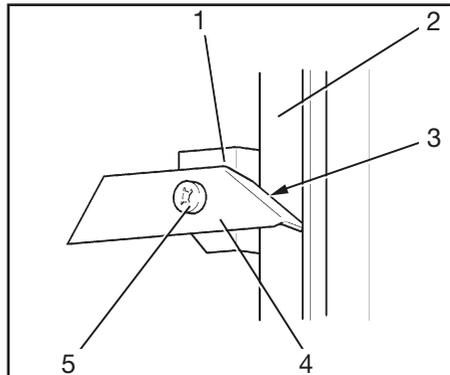

Bild 19 Lösbare Schienensperre (oberer Ausgang) montieren
2. Verriegelungshebel, wie in Bild 19 dargestellt, mit der Kreuzschlitzschraube (19/5) an den Halter anbauen. Dabei muss die abgewinkelte Fläche (19/3) zur Steigschutzschiene zeigen.